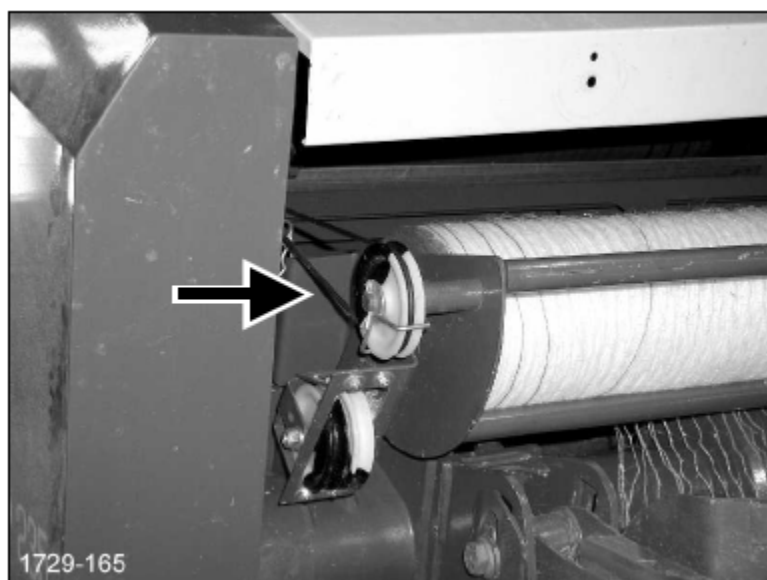

Рисунок 87
Проверьте чистовой ход направляющего ролика (рис. 87). Обвязка процесс завершен, когда направляющий ролик снова останавливается.
- o Проверьте чистый ход направляющего ролика (рис. 87). Обвязка процесс завершается, когда направляющий ролик снова останавливается. o Откройте заднюю дверцу и извлеките тюк.